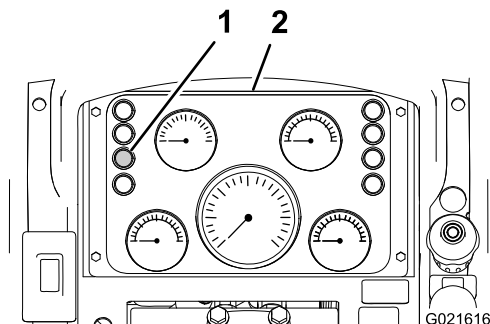

Рисунок 46
2. Проверьте показание индикатора засорения воздухоочистителя на блоке приборов (Рисунок 46).